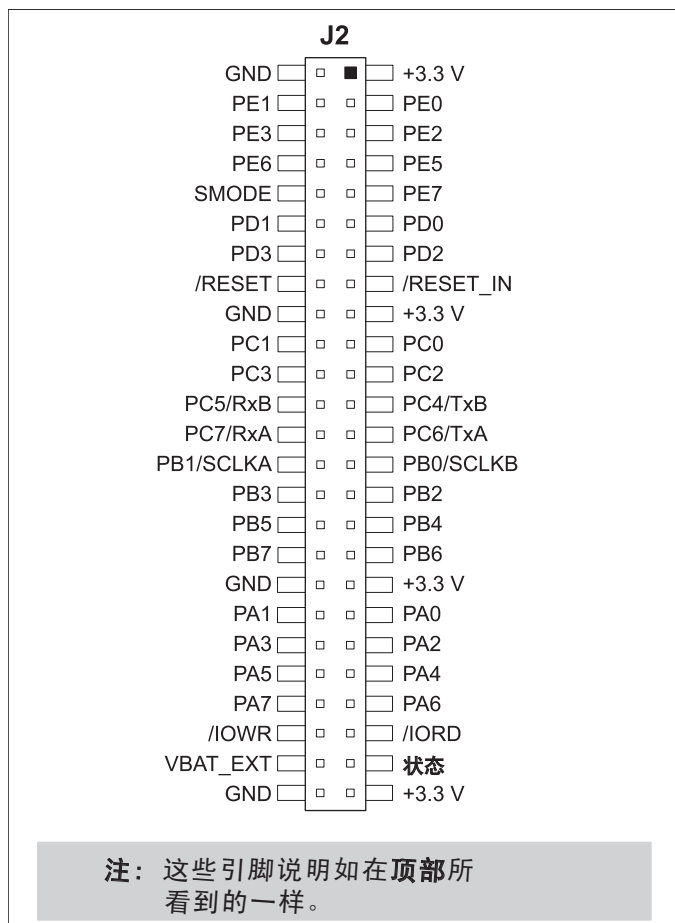

图 C-4. MiniCore 电路板引脚说明
- **模块扩展电路板连接器** - RCM5700 模块完整的引脚组复制在电路板连接器 J2 的下方。开发者能够把线直接焊接入适当的孔内, 或者, 对于更为灵活的开发而言, 可以将 2×25 的电路板连接条以 0.1" 间距焊接就位。见图 C-4 的电路板连接器引脚说明。
原型开发板向用户提供了便于显示电路板连接槽 J2 下方标记点的 RCM5700 连接点。电路板连接插槽 J2 的引脚说明如图 C-4 所示。